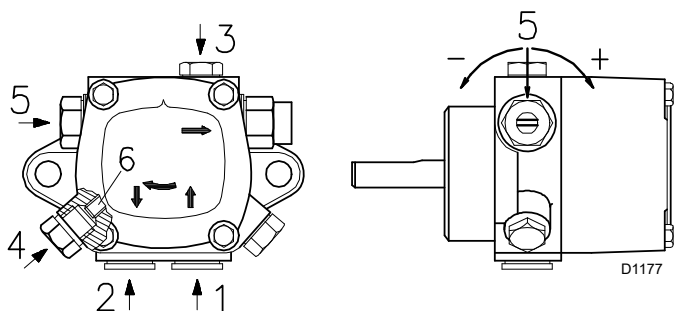
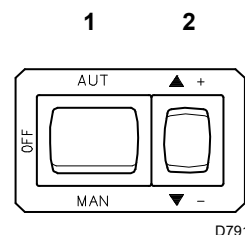

Fig. 25
Fig. 26
Leyenda (Fig. 25)
- Para que la bomba (Fig. 25) pueda autocebarse, es indispensable aflojar el tornillo 3)(Fig. 25) de la bomba para purgar el aire que pueda haber en el tubo de aspiración.
- Poner en marcha el quemador cerrando los dispositivos de control, con el interruptor 1)(Fig. 26) en posición "MAN" y el conmutador 10)(Fig. 6) en posición "OIL".
- Cuando el gasóleo sale por el tornillo 3)(Fig. 25), la bomba está cebada. Detener el quemador: interruptor 1)(Fig. 26) en posición "OFF" y enroscar el tornillo 3)(Fig. 25).